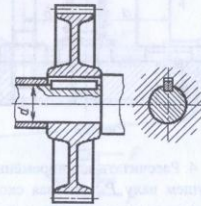

Рис. 21
2. Подобрать по ГОСТ 23360-78 размеры поперечного сечения призматической шпонки и определить длину шпонки из условия прочности (рис. 21), если передаваемый валом вращающий момент T и диаметр вала d заданы в табл. 21.